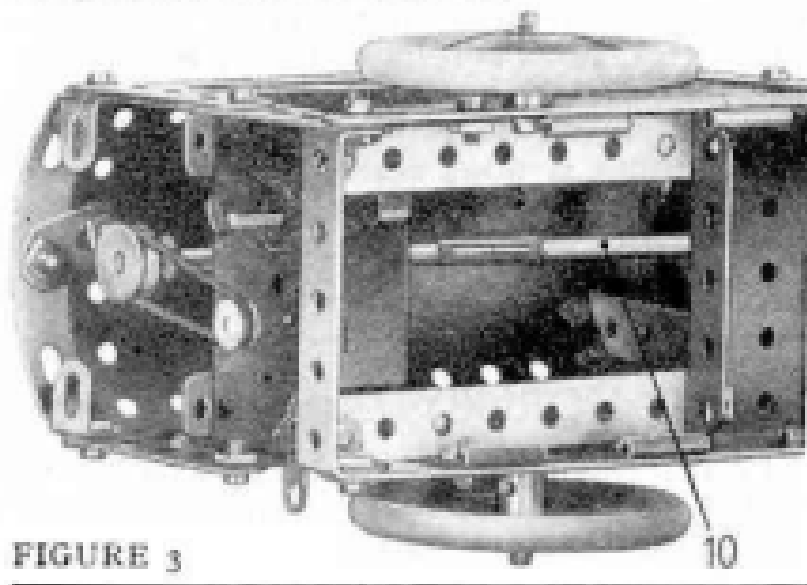

FIGURE 3
l'une des extrémités du châssis (Fig. 3). L'entraînement depuis l'arbre du moteur s'opère grâce à une poulie de 12 mm. montée sur un axe (10) constitué par deux tringles de 9 cm. réunies par un raccord de tringles. Cette tringle passe à une de ses extrémités dans une bande de 5 trous boulonnée au travers des deux bandes de 11 trous qui supportent la trémie. L'autre extrémité de la tringle passe dans une plaque semi-circulaire boulonnée sur le flasque intérieur du moteur Magic. La tringle porte une poulie de 25 mm. (11) munie d'un pneu d'auto, disposée de telle façon qu'il appuie sur la gorge de la poulie (6).